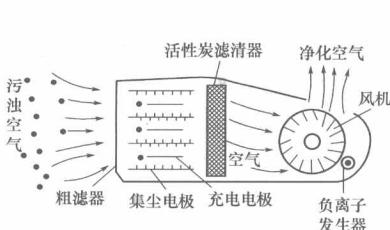

图 1-7 空气净化系统结构
(4) 空气净化系统。其结构如图 1-7 所示，空气净化处理主要是除去空气中的悬浮尘埃。在某些高级豪华汽车中通常还设有除臭和空气负离子发生装置。根据粉尘特性的不同，除尘净化可分为过滤除尘和静电除尘两种形式。它负责除去车室内空气中的尘埃、臭味、烟气及有毒气体，使车内空气变得清洁。